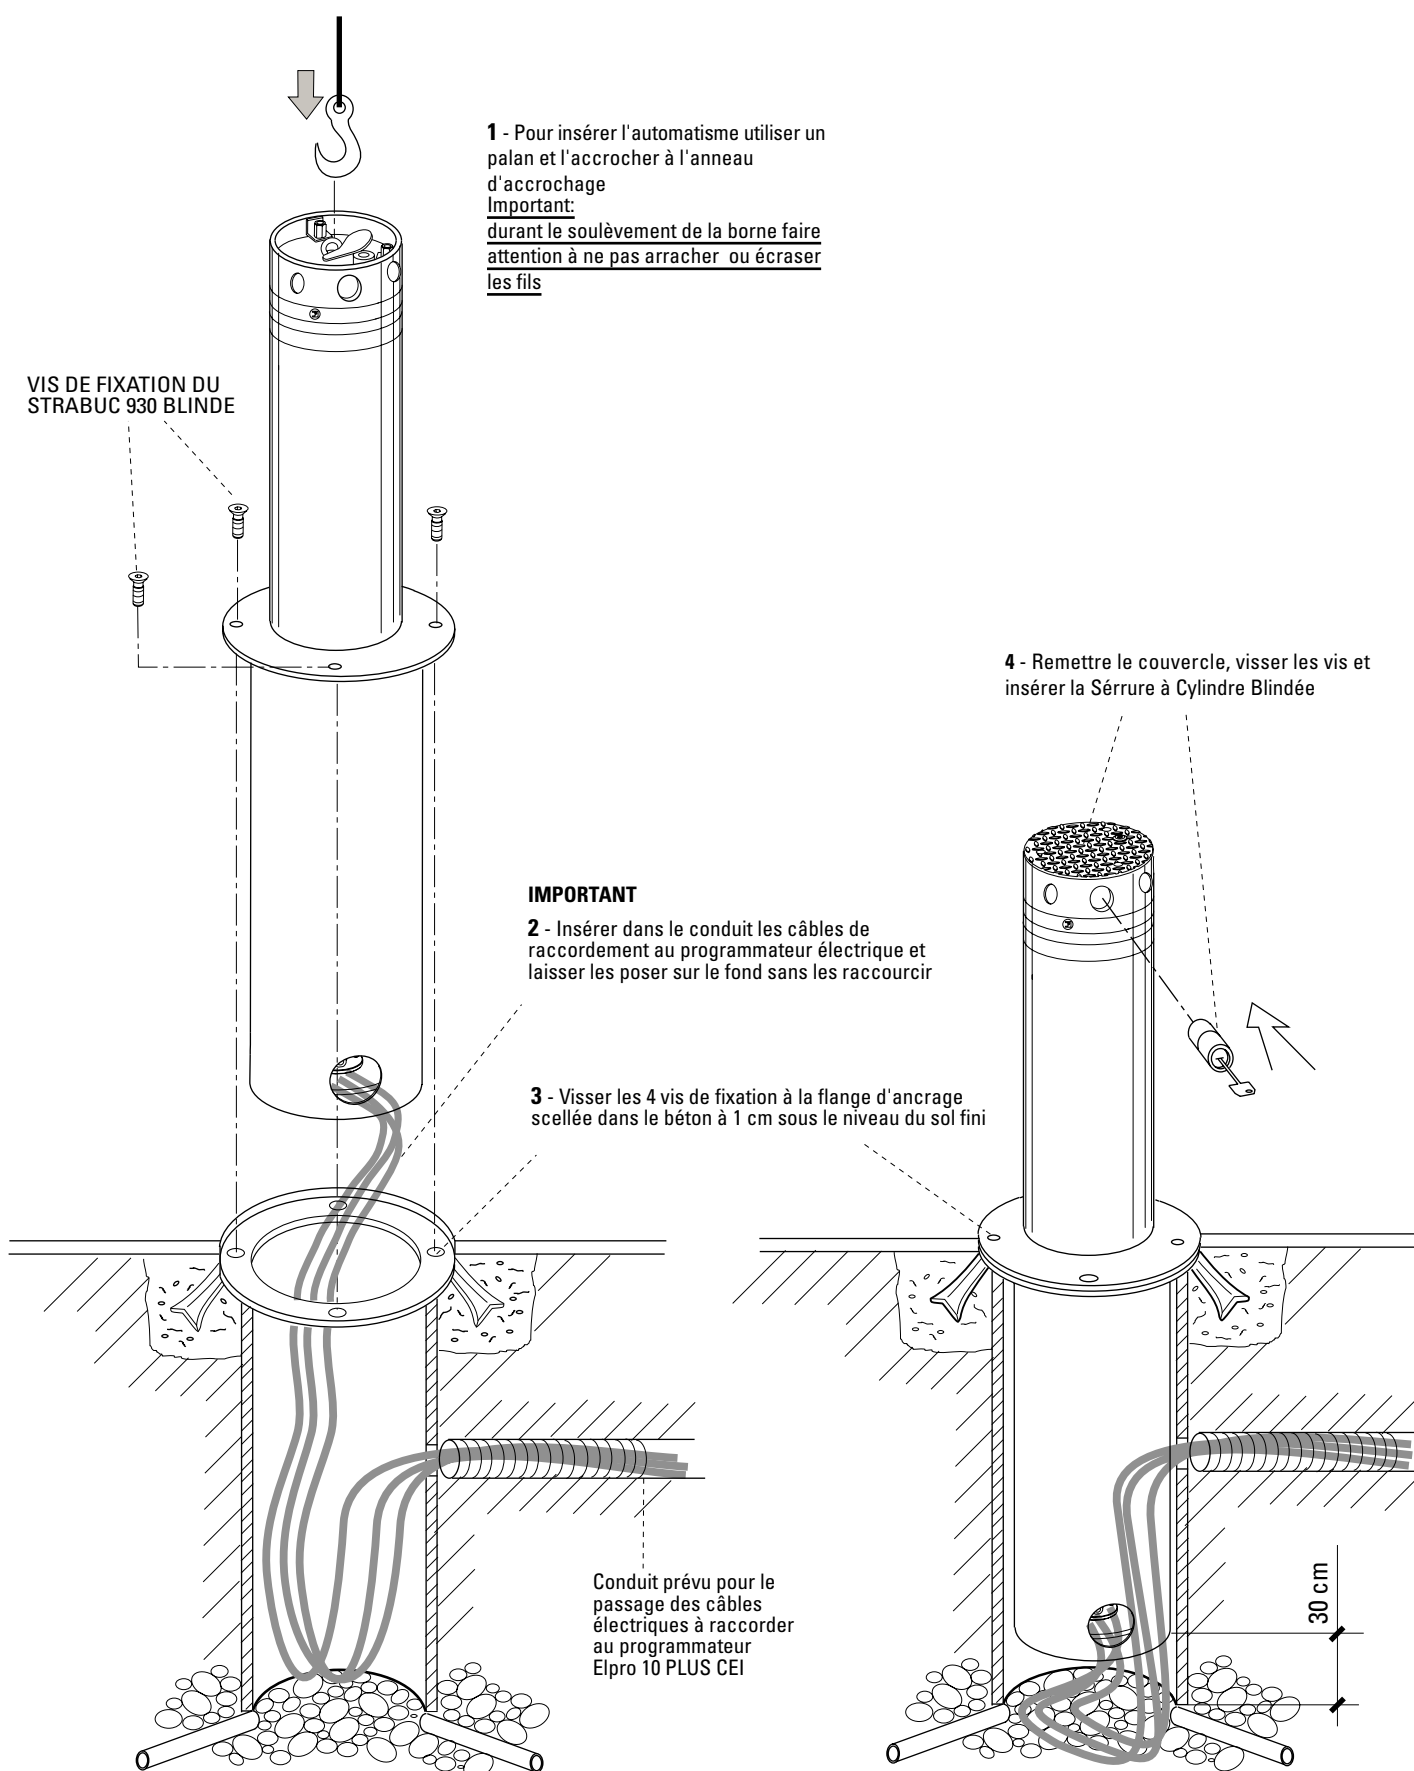

FIG. 4
- Utiliser un **Palan** pour soulever le Strabuc 930 Blindé par l'**Anneau d'accrochage** situé sous le **Couvercle de la Borne** (Fig.4)